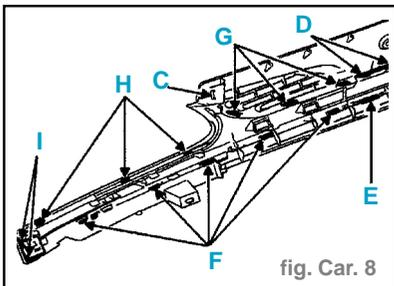

fig. Car. 8
- Poser le barreau (1) et le déflecteur (2) face arrière vers soi.
- Passer les deux pattes de vissage latérales (C) sous les deux pattes correspondantes du déflecteur. (fig. Car. 8)